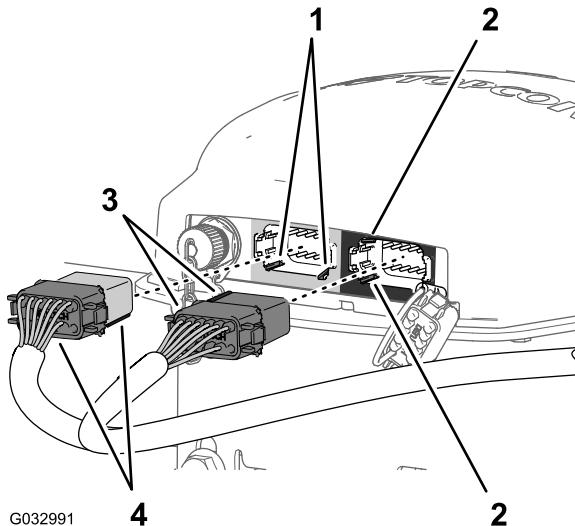

Figura 135
a 12 pin **sinistro (grigio)** del ricevitore di navigazione (Figura 135).
- Collegate il connettore a 12 prese **grigio e nero** del cablaggio dati nel connettore a 12 pin **sinistro (grigio)** del ricevitore di navigazione, fino a quando il connettore non scatta saldamente in sede (Figura 135).
- Allineate le 2 chiavi sul lato corto del connettore a 12 prese **nero** del cablaggio dati con le 2 scanalature per chiave nella parete verticale sinistra del connettore a 12 pin **destro (nero)** del ricevitore di navigazione (Figura 135).
quando il connettore non scatta saldamente in sede (Figura 135).